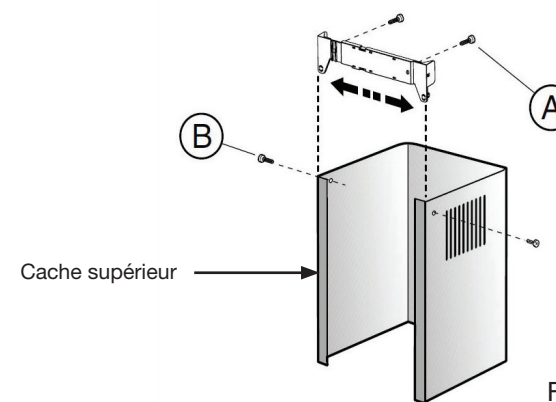

Figure 4
16. Vissez le cache supérieur sur le support à l'aide des 2 vis (B) figure 4.
13. Vissez le cache supérieur sur le support à l'aide des 2 vis (B) figure 4.